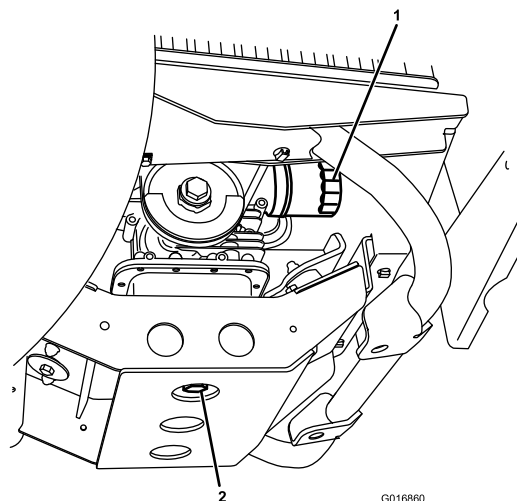

Figura 24
5. Retire o tampão de escoamento (Figura 24) e deixe o óleo escorrer para um recipiente adequado.
2. Retire o filtro do óleo existente (Figura 24).